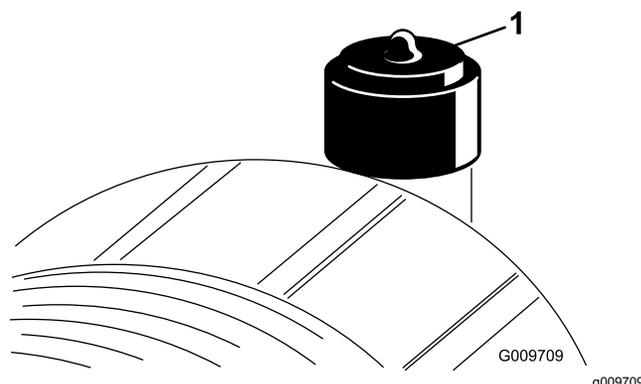

Рисунок 51
Фильтр воздухоочистителя следует обслуживать только при соответствующих показаниях индикатора необходимости технического обслуживания (Рисунок 51). Более частая замена воздушного фильтра (без необходимости) ведет лишь к повышению вероятности попадания грязи в двигатель при снятии фильтра.
2. Сбросьте индикатор (Рисунок 51), если он стал красным.